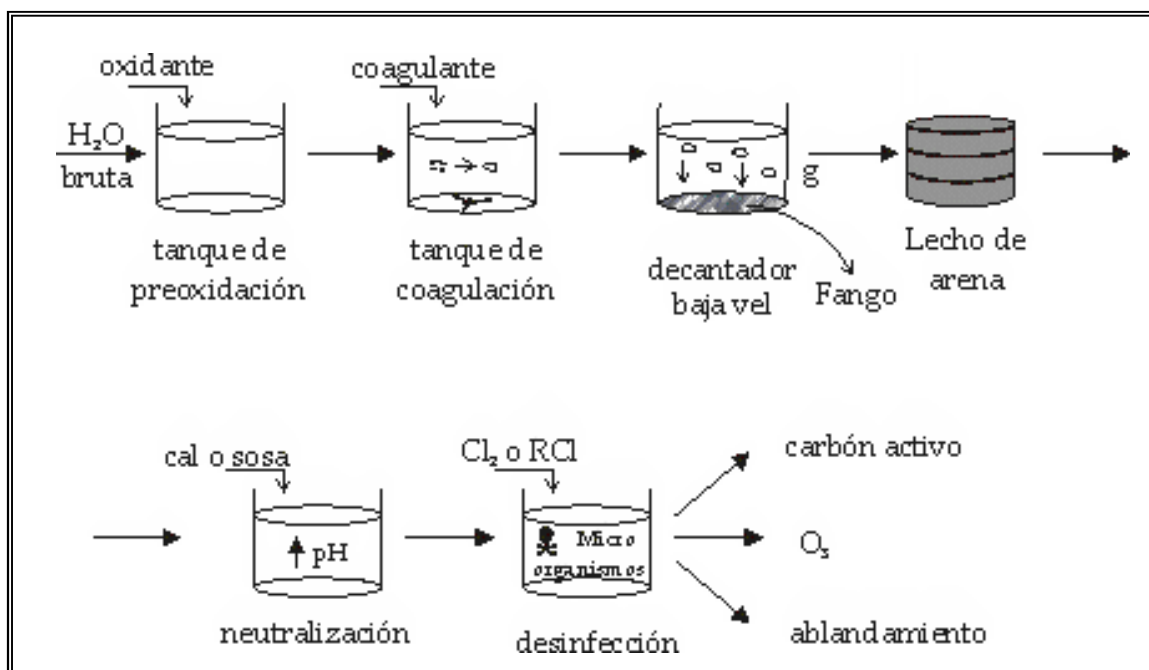

Figura 13. Secuencia de procesos más comunes en una ETAP.
**Tratamientos y procesos:** dependen de las características del agua a potabilizar. Cada depuradora tendrá que diseñar la cadena de procesos adecuada para conseguir el objetivo. En general, la secuencia de procesos más comunes es la siguiente (figura 13):